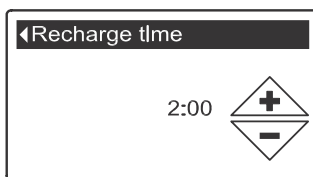

РИС. 36
5. Нажать кнопку ВЫБРАТЬ (O) для отображения экрана Времени заправки (См. Рисунок 36).